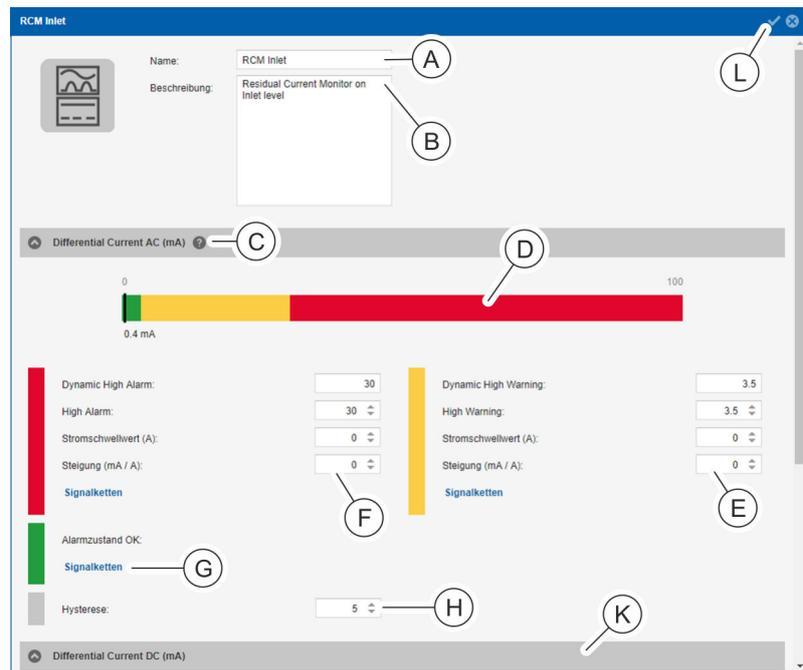

Abb. 128: Detailansicht
4. In der Detailansicht bei Bedarf die Benennung für den Differenzstrommesser (Abb. 128/Ⓐ) anpassen und bei Bedarf eine Beschreibung hinzufügen (Abb. 128/Ⓑ).
5. Im Bereich „Differential Current AC (mA)“ einen Wert für „High Alarm“, „Stromschwellwert (A)“ und „Steigung (mA / A)“ eingeben (Abb. 128/Ⓕ).
8. Im Bereich „Differential Current AC (mA)“ einen Wert für „High Warning“, „Stromschwellwert (A)“ und „Steigung (mA / A)“ eingeben (Abb. 128/Ⓖ) und eine Signalkette zuweisen (analog zu Schritt 5 und 6).
9. Im Bereich „Differential Current AC (mA)“ dem Parameter „Alarmzustand OK“ (Abb. 128/Ⓖ) bei Bedarf eine Signalkette zuweisen (analog zu Schritt 5 – 7).
10. Im Bereich „Differential Current AC (mA)“ einen Wert für die „Hysterese“ (in %) eingeben (Abb. 128/Ⓗ).
- 11.** Schritte 5 – 10 für den Bereich „Differential Current DC (mA)“ wiederholen (Abb. 128/Ⓚ).
"Stromschwellwert" und "Steigung" können bei „Differential Current DC (mA)“ nicht gesetzt werden. Die Schwellwerte für die DC-Überwachung werden farblich angezeigt (Abb. 128/Ⓞ).
- 12.** Auswahl über die Schaltfläche „Speichern“ (Abb. 128/Ⓛ) bestätigen.
Die „Dynamic High Warning“ bzw. der „Dynamic High Alarm“ wird automatisch berechnet. Über das Fragezeichen (Abb. 128/Ⓞ) lässt sich ein Schaubild mit einer Erläuterung des dynamischen RCM-Schwellwerts anzeigen (Abb. 18).